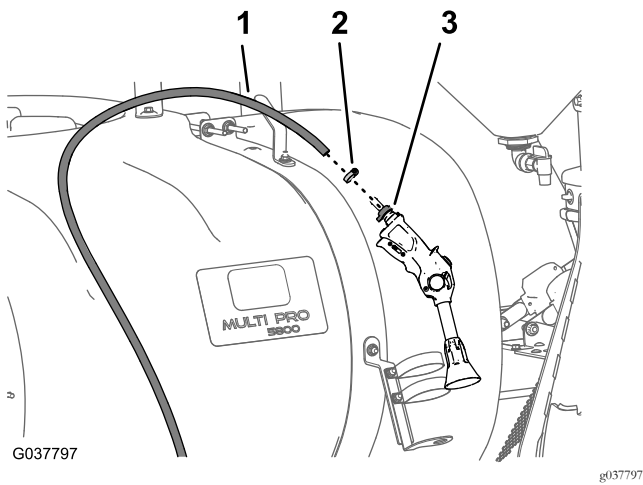

図 96
5. ステップ 給液ホースからスプレーガンを取り外す(ページ17)で外したスプレーガンのバープを、ホースクランプで給液ホースに取り付ける図96。